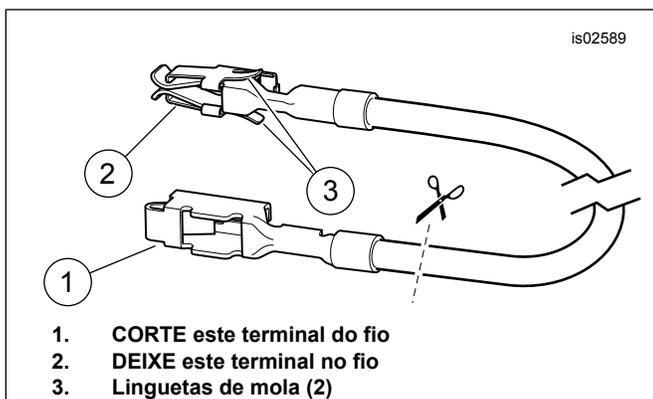

Figura 24. Fio adaptador do bloco de fusíveis (Dyna e Softail)
1. Veja Figura 24. a configuração de emenda de fios "2 para 1". Pegue um conector de emenda selada **vermelho** (veja Figura 34, item 4) do kit. Emende o fio preto (13) do kit no fio terra preto do transmissor de acordo com o apêndice do Manual de serviço. Deslize o conduíte (10) do kit sobre a emenda do fio terra.
4. Selecione o terminal de anel de menor diâmetro (7) do kit. Crimpe o terminal de anel no fio preto do transmissor de acordo com as instruções da ferramenta de crimpar Packard no apêndice do Manual de serviço.
- Veja Figura 24. A configuração de emenda de fios "1 para 1". Pegue um conector de emenda selada **azul** (consulte Figura 34, item 5) do kit. Emende o fio de alimentação do chicote de fios do mecanismo de abertura da porta da garagem no fio adaptador, de acordo com as instruções do apêndice do Manual de serviço.
- Veja Figura 34. Pegue o fio adaptador laranja/branco do bloco de fusíveis (12) do kit. Observe o terminal em cada extremidade (veja Figura 24). Somente o terminal com linguetas de mola cabe neste bloco de fusíveis. Corte cuidadosamente o terminal não usado do fio e descarte-o.